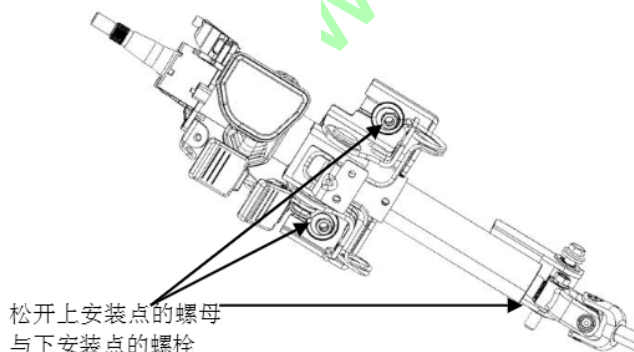

图4-9
①确认所有与管柱连接的线束均已脱开。
②松开管柱上安装点的螺母与下安装点的螺栓，如图 4-9 所示，取下转向管柱及万向节。